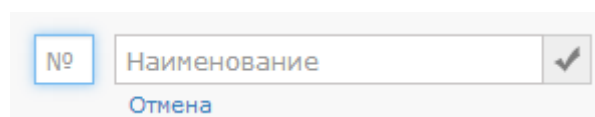

Рисунок 9.95 — Добавление уровня доступа
2. Укажите номер и наименование уровня доступа (рисунок 9.95). Нажмите на кнопку .